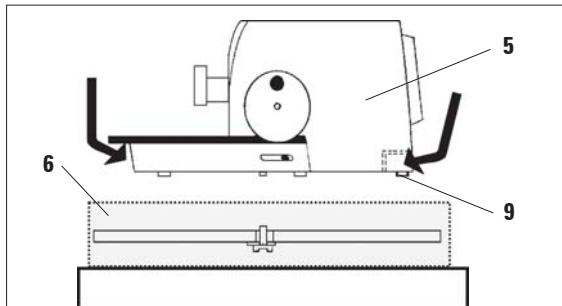

Fig. 8
- Para alzar el equipo (5), agarrarlo en la parte delantera de la placa base y en la empuñadura empotrada (Fig. 8) en la parte posterior, sacarlo de la base de espuma moldeada (6) y colocarlo en una mesa de laboratorio estable.